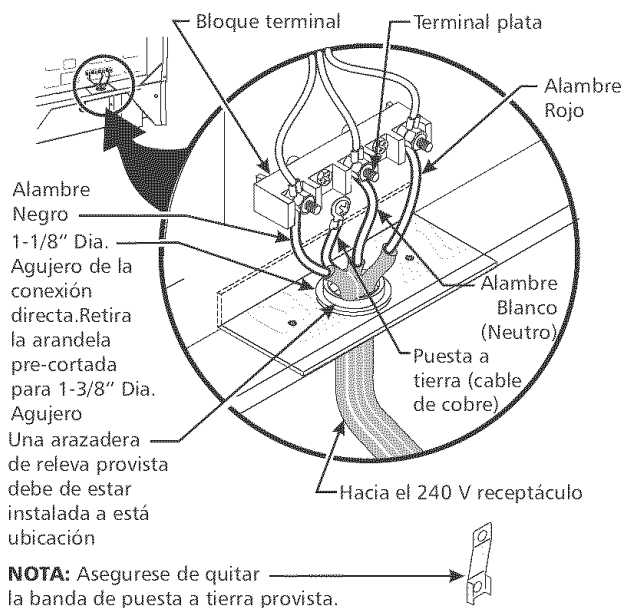

Figura 4
Para las casas sobre ruedas, las nuevas instalaciones, en los vehículos de recreación o en las áreas donde los códigos locales no permiten la conexión del conductor a tierra al neutro, un ensamblaje de suministro eléctrico de 4 conductores para estufas, clasificado a 125/250 voltios mínimo, 40 amperios mínimo, debe de ser utilizado (ver la figura 4).
4. Conecte el alambre de tierra (verde) del cable de bronce del suministro eléctrico al armazón del electrodoméstico con el tornillo de la base, usando el hoyo del armazón por donde retiró la correa de la base (vea figura 4)
6. Repone las 3 tuercas desajustadas en el bloque terminal (vea figura 4).
Si el aparato está conectado directamente al cortacircuito, a la caja de fusibles o a la caja de empalmes, use un cable blindado flexible o no metálico recubierto de cobre (con alambre a tierra). Provee una abrazadera relevo de anclaje homologado UL a cada extremidad del cable. A la extremidad del electrodoméstico, el cable pase a través del agujero de la conexión directa (ver figura 4) en el cordón de la placa de montaje. El tamaño de los alambres (**alambre de cobre solamente**) y las conexiones deben estar conforme al régimen del electrodoméstico.